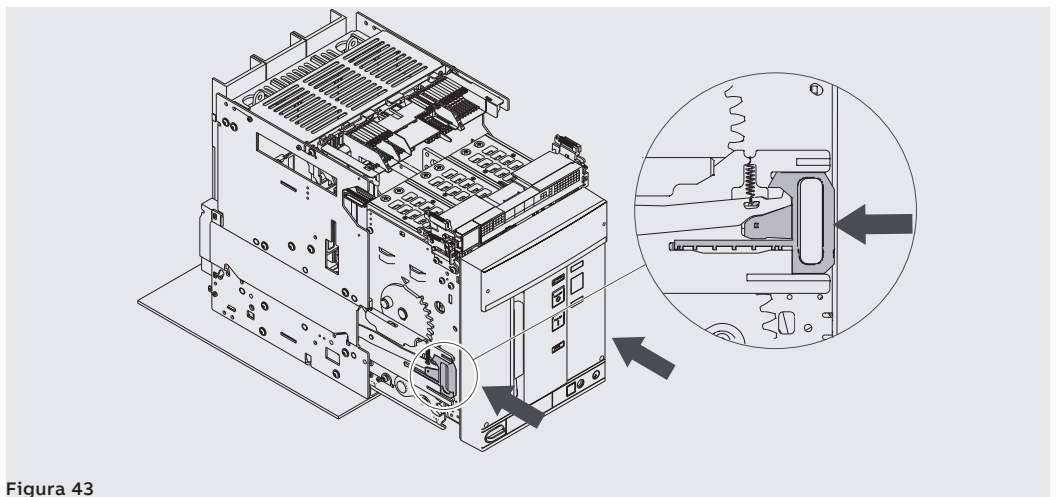

Figura 43
7. Coger las palancas de las guías de la parte fija y empujarlas hasta que se bloquee la parte móvil. Véase Figura 43.